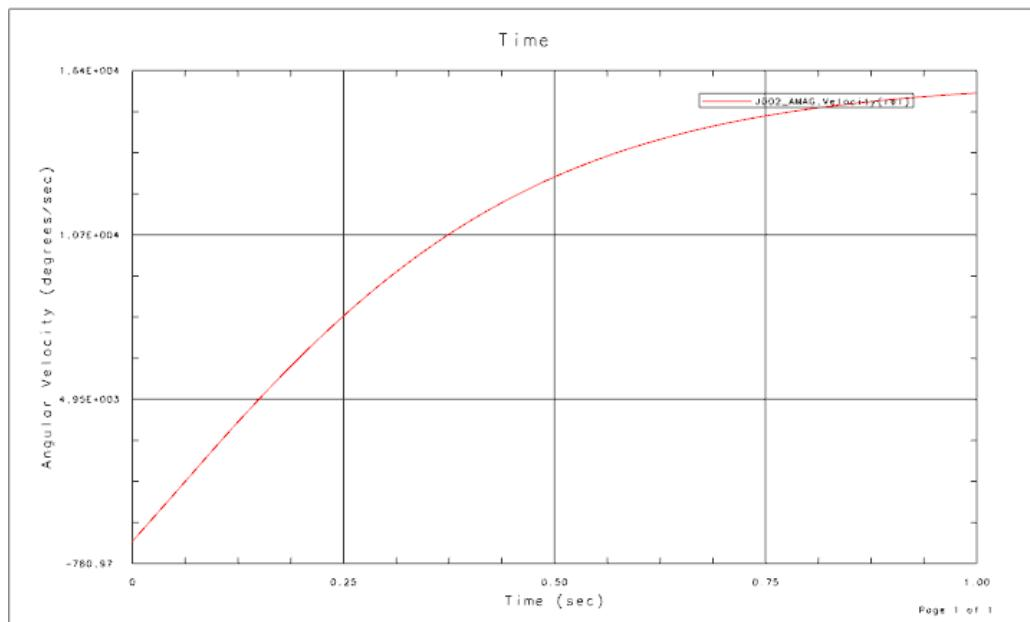

图 9.2.5 速度-时间曲线
(1) 选择下拉菜单 **分析 (A)** → **运动 (M)** → **图表 (G)...** 命令，单击其中的 **对象** 选项卡。
(2) 设置输出对象。在“图表”对话框的 **运动模型** 区域选择旋转副 J002，在 **请求** 下拉列表中选择 **速度** 选项，在 **分量** 下拉列表中选择 **角度幅值** 选项，单击 **Y 轴定义** 区域中的  按钮，完成“图表”对话框中的参数设置。
(3) 定义保存路径。选中“图表”对话框中的  保存 复选框，然后单击  按钮，选择 D:\ug85.16\work\ch09.02\force\_asm\force\_asm.afu 为保存路径。
(4) 单击 **确定** 按钮，系统进入函数显示环境并显示旋转副 J002 的速度-时间曲线，如图 9.2.5 所示。
Step9. 选择下拉菜单 **文件 (F)** → **保存 (S)** 命令，保存模型。